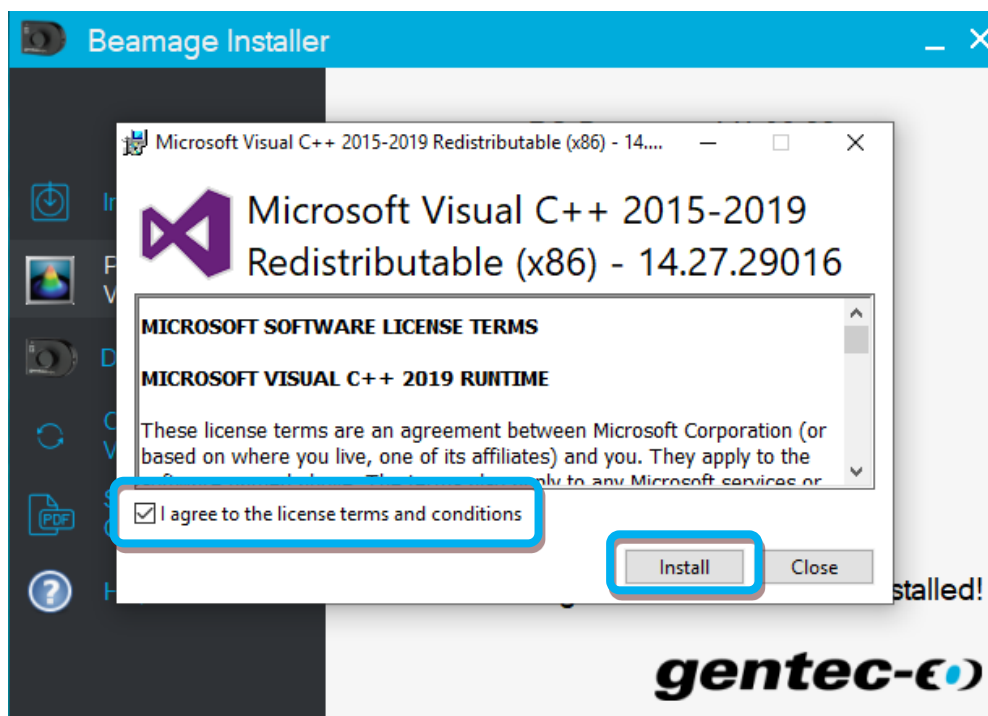

Figure 7-5 Installation du fichier dll manquant
4) Suivez les étapes proposées pour l'installateur du fichier dll, voir Figure 7-5.